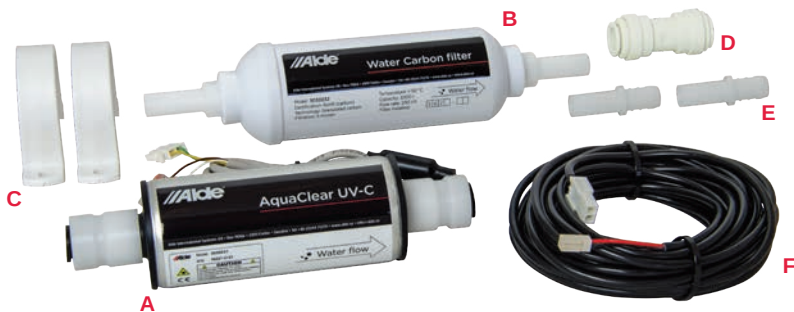
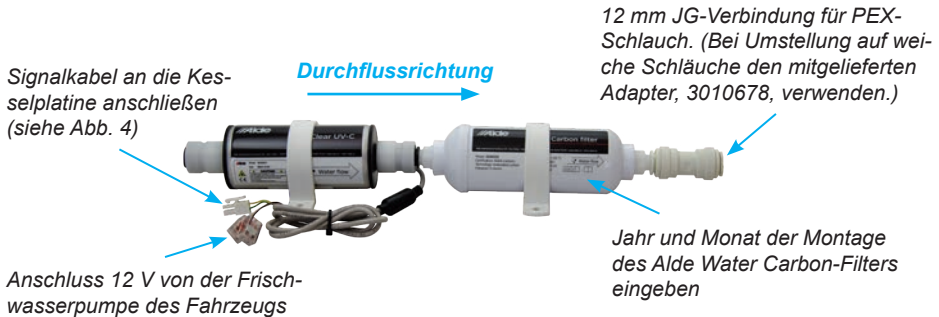

Abb. 1, Alde AquaClear 3030033, komplett
Abb. 3
Alde AquaClear komplett 3030033 (Abb. 1), bestehend aus:
2. Montieren Sie Alde AquaClear UV-C (Abb. 1, A) mit dem Alde Water Carbon-Filter (Abb. 1, B). Bitte beachten Sie, dass Alde AquaClear UV-C in Strömungsrichtung vor dem Alde Water Carbon-Filter platziert werden sollte. (Siehe Abb. 3.)
5. Der Stecker mit grünem und gelbem Kabel wird mit dem mitgelieferten Verlängerungskabel verbunden (Abb. 1, F). Das Kabel wird dann an den ext. Startschalter (Abb. 4) angeschlossen und es wird angezeigt, ob der Filter während des Wasserflusses von der Wasserpumpe auf dem Bedienfeld aktiv ist.